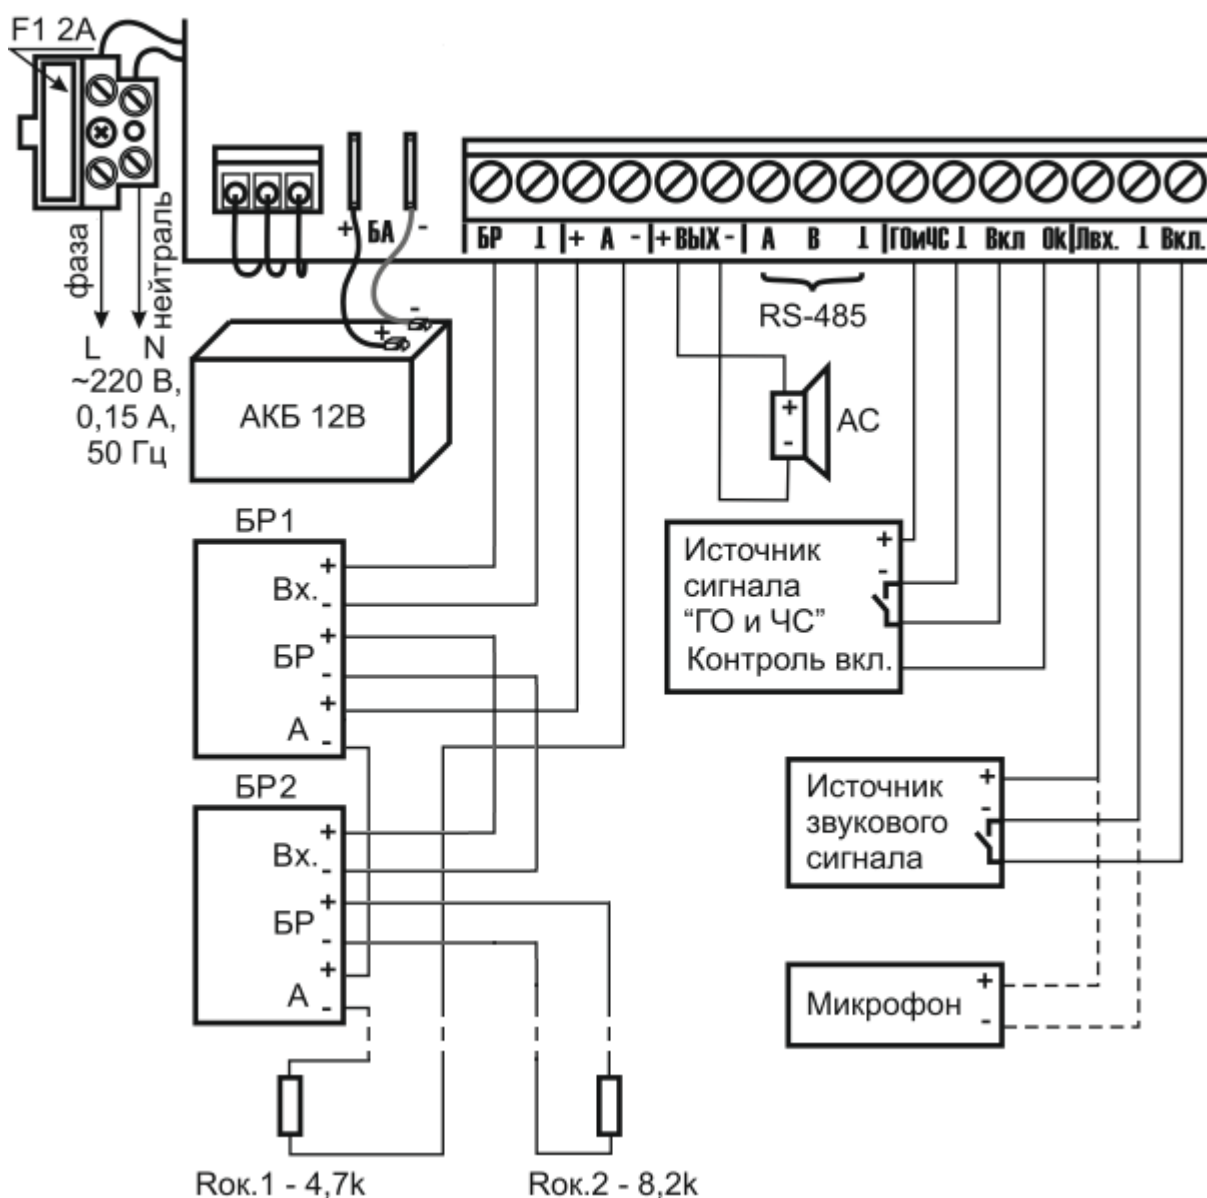

Рис. 2. Схема подключения
4.4.5 В случае использования блоков расширения подключить выход «БР» к входам данных блоков. В конце линии установить оконечный резистор 8,2 Ком. Далее соединить все входы «+ А -» блоков расширения последовательно и через оконечный резистор 4,7 КОм подключить их к выходу контроля блоков расширения, как показано на Рис. 2.
*\* под неисправностью понимается неисправность любого из блоков расширения, подключенных к цепи контроля (см. Рис. 2) или обрыв непосредственно самой цепи контроля блоков расширения.*